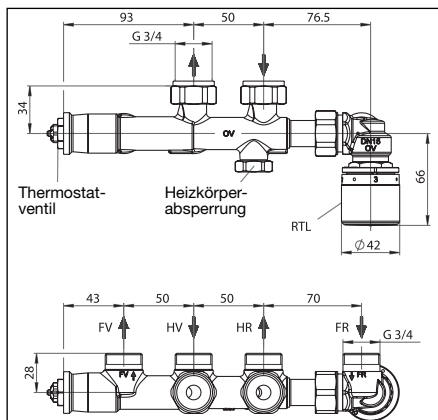
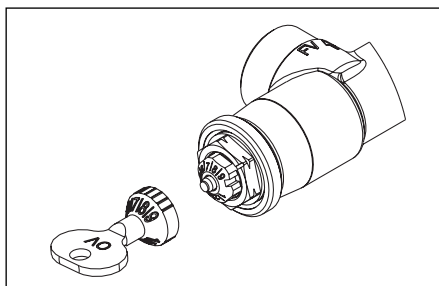

Abb. 3 Abmessungen Anschlussarmatur
Abb. 10 Voreinstellung Thermostatventil
Der Heizkörper ist unter Beachtung der Einbaumaße (Abb. 3) zu befestigen. Hierzu ist zudem der spätere Wandaufbau (z.B. Fliesen) zu berücksichtigen. Die Rohrleitungen des Heizkreises entsprechend ablängen.
Vor der Inbetriebnahme muss die Anlage aufgefüllt und entlüftet werden. Dazu ist zunächst die Voreinstellung des Thermostatventils in die größte Position zu drehen (Voreinstellung '9', Abb. 10).
Das Thermostatventil (Abb. 3) auf die berechnete Voreinstellung mit Gabelschlüssel SW 13 oder mit Spezialschlüssel einstellen (Abb. 10).
Den Rücklaufftemperaturbegrenzer (Abb. 3) auf den festgelegten Sollwert (Werkseinstellung: $3 \approx \text{ca. } 30^\circ\text{C}$) einstellen.
2. Schutzkappe von der Heizkörperabsperung (Abb. 3) entfernen.